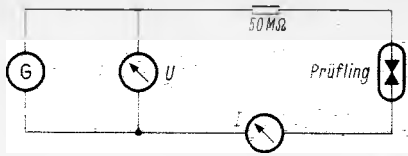

Bild 6. Messung der Ansprechgleichspannung U_{ag} . Bei dieser Spannung spricht der Spannungsableiter bei langsamem Erhöhen einer Gleichspannung an.
1. Die Ansprechgleichspannung U_{ag} ist derjenige Spannungswert, bei dem der Spannungsableiter bei langsamer Erhöhung einer Gleichspannung anspricht. Die Ansprechgleichspannung U_{ag} wird nach der Prinzipschaltung von Bild 6 gemessen. Man regelt die Gleichspannung bis zum Überschlag hoch. Im Moment des Überschlages wird die Spannung U_{ag} registriert. Diese Messung führt Siemens als Fertigungsüberwachung an 100 % der gefertigten Ableiter durch.